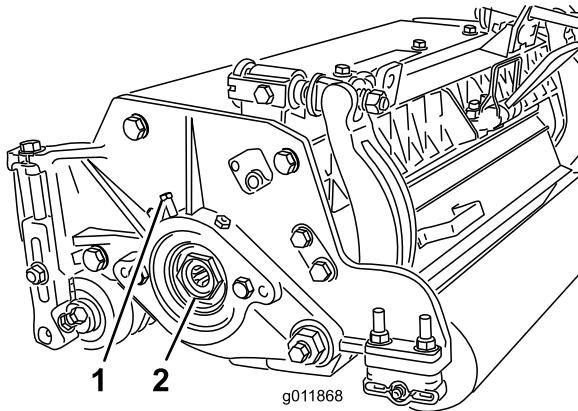

図 28
- A. カッティングユニットの左側にあるベアリングハウジングにベアリング調整ナットを固定している固定ネジをゆるめる図28。